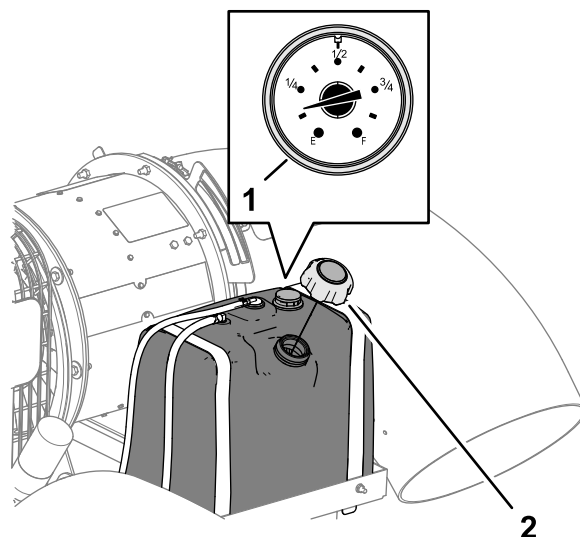

Figura 13
2. Curăți zona din jurul capacului rezervorului de combustibil i scoateți capacul (Figura 13).
4. Montați în siguranță capacul de la rezervorul de combustibil (Figura 13).